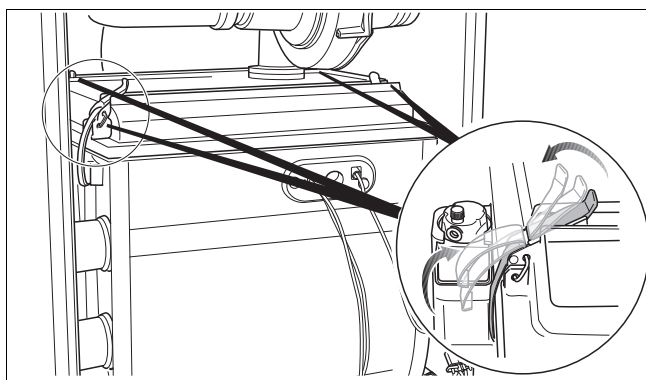

Fig. 81 Snelsluitingen openen
- Open de 4 snelsluitingen van het branderdekseel (→ fig. 81). De snelsluitingen staan onder spanning.
- Sluit de 4 snelsluitingen van het branderdekseel (→ fig. 81, pag. 68).